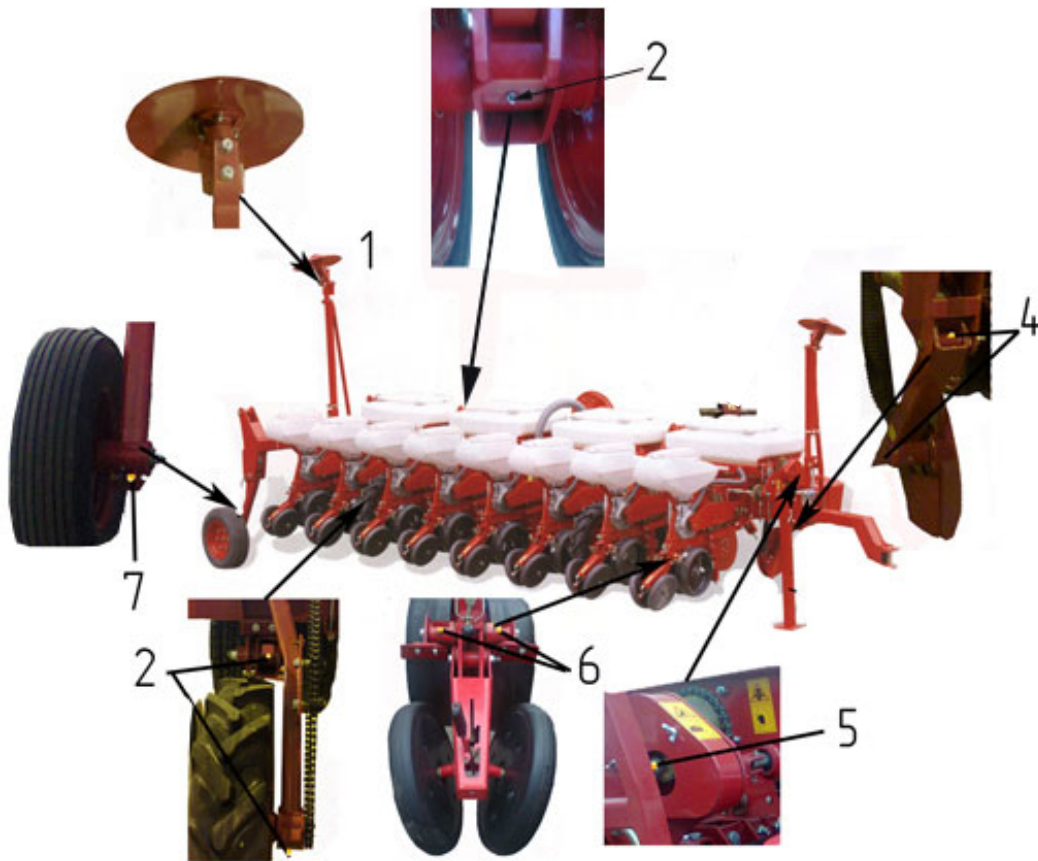

Рисунок 1. Схема розміщення точок мащення на сівалці VEGA 8 PROFІ
- змастити через прес-маслянки складові частини відповідно до таблиці 2 і схеми мащення (рисунок 1);
- змастити через прес-маслянки складові частини відповідно до таблиці 2 і схемою мащення (див. рисунок 1).
- очистити маслянки від пилу, зробити мащення вузлів згідно таблиці 2 і схеми мащення (рисунок 1). Мащення продовжувати до моменту випирання солідолу між поверхнями тертя;